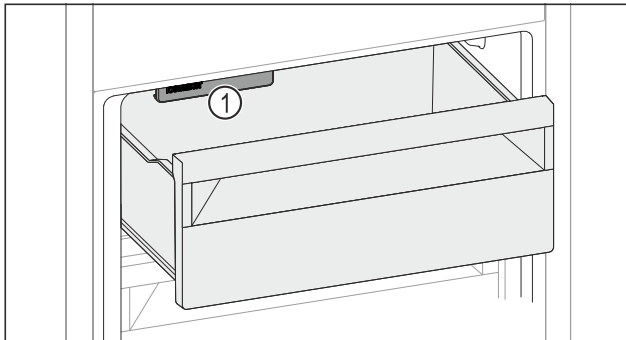

Fig. 140
- ▶ Rekening houden met IceMaker Fig. 140 (1).